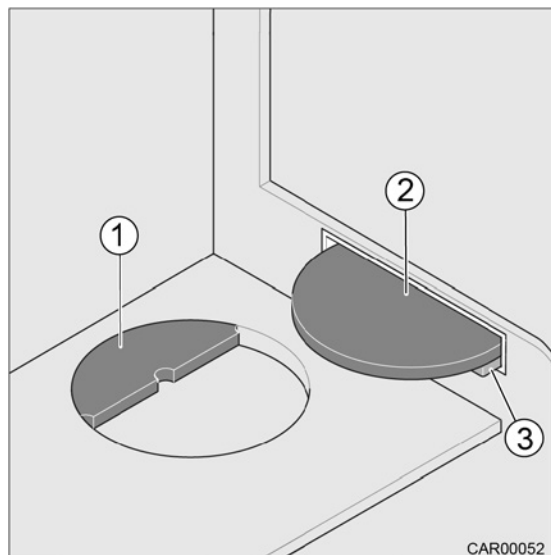

Fig. 109 Recouvrements des éviers
On peut ranger les recouvrements (Fig. 109/1 et 2) dans un logement sous l'évier.
Le recouvrement (Fig. 109/2) peut faire office de dépose d'appoint.
1. Retourner le recouvrement (Fig. 109/2).
2. Tenir le recouvrement en l'inclinant légèrement et introduire l'arête droite de manière régulière par le haut dans les supports (Fig. 109/3).